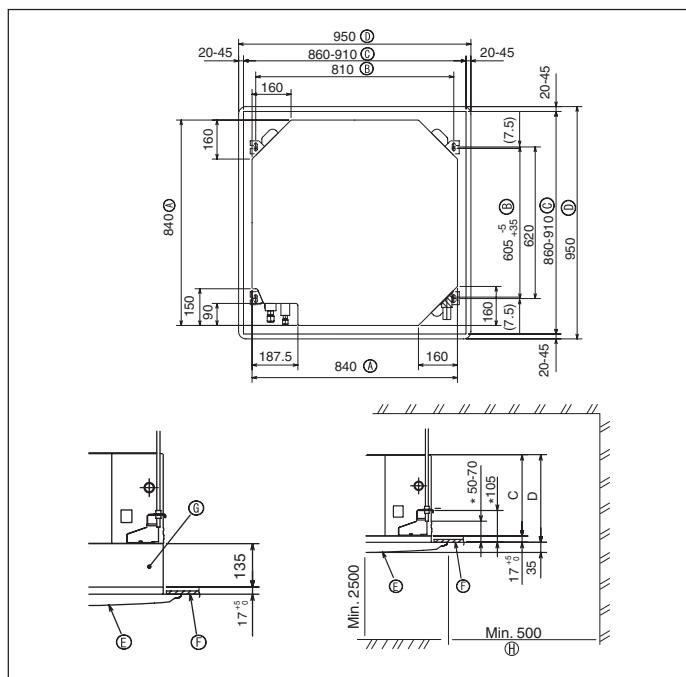

Fig. 3-2
①	Installationsmall	1
②	Mellanlägg (med isolering) Mellanlägg (utan isolering)	4 4
③	Rörskydd (för kylmedelsrörets anslutning) Liten diameter Stor diameter	1 1
④	Band	8
⑤	Skruv med mellanlägg (M5 × 25) för montering av grill	4
⑥	Dräneringsmuff	1
⑦	Isolering	1
⑧	Flänsmutter 1/4F(P60)	1
3.2. Taköppning och installationsplatser för upphängningsbultar (Fig. 3-2)
- Måttet på taköppningen kan regleras inom området visat i Fig. 3-2; så centrera huvudenheten mot taköppningen och försäkra att respektive motsatta sidor på alla sidor om spelrummet mellan dem blir identiska.